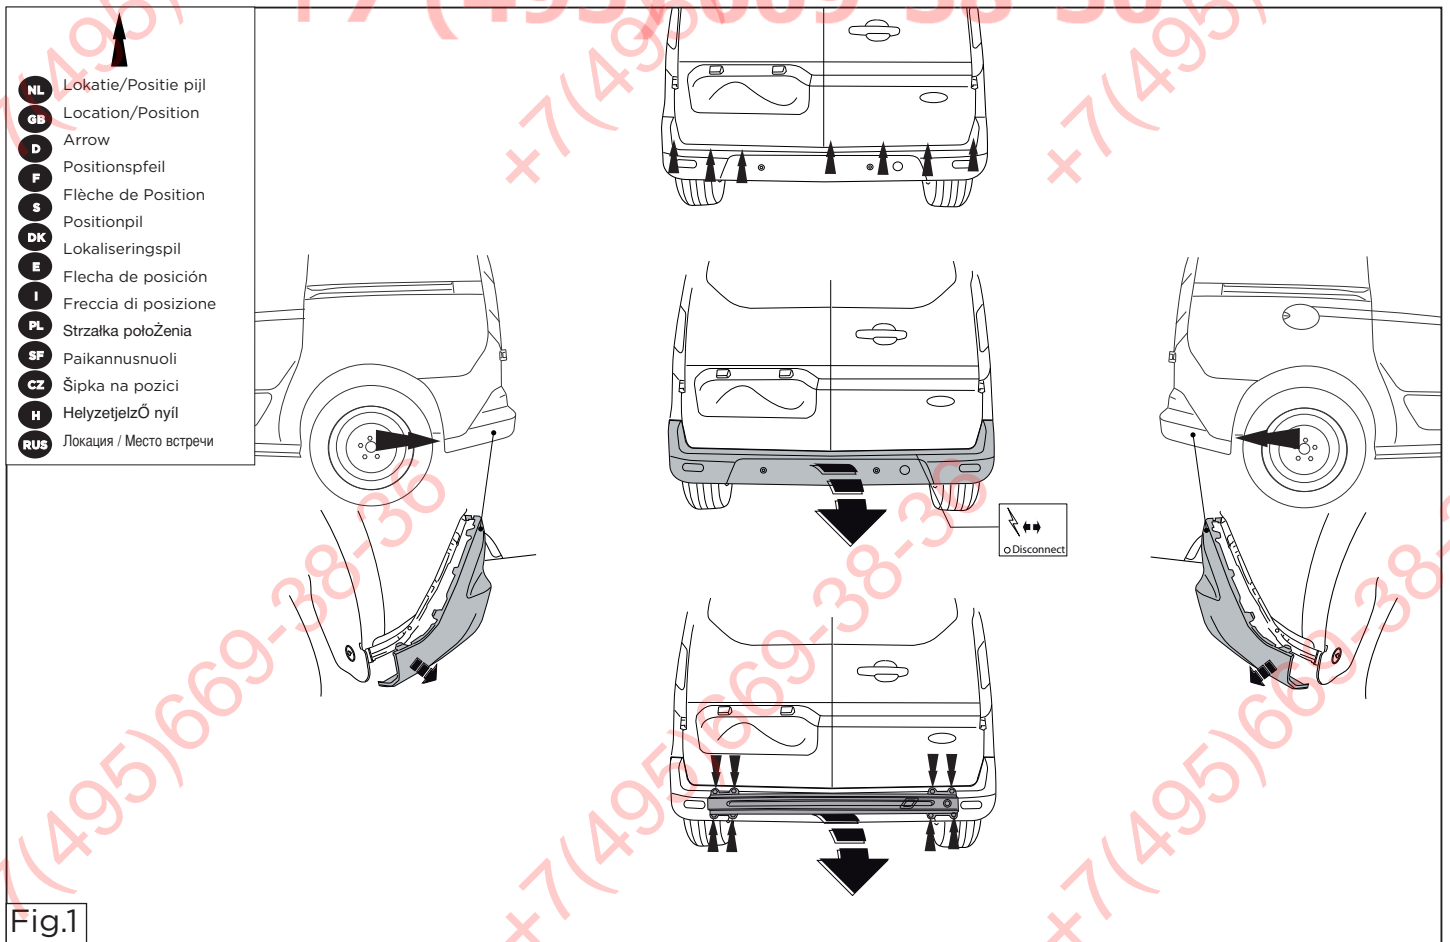

Fig.1
1. Die Stoßstange einschließlich des stählernen Stoßbalkens vom Fahrzeug abmontieren. Der Stoßbalken wird nicht mehr benötigt. Siehe Abbildung 1.